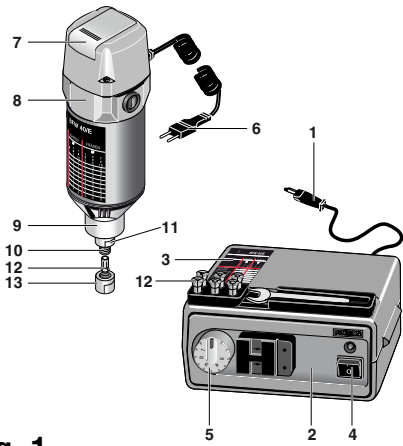

Fig. 1
Legende (Fig. 1):
5. Fräsmotor durch Druck auf den Tastschalter 7 (Fig. 1) einschalten.